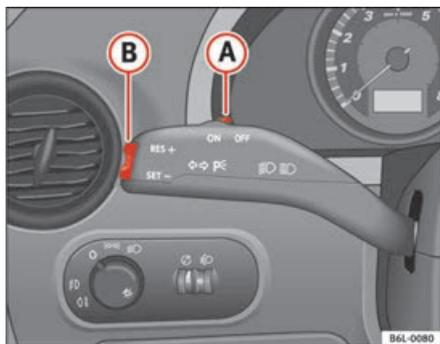

Fig. 107 Leva degli indicatori di direzione e degli abbaglianti: interruttore tasto di comando del regolatore di velocità
- Quando il veicolo raggiunge la velocità che si intende poi mantenere, premere una sola volta sulla parte inferiore del tasto **SET** ⇒ **fig. 107** **(B)**.